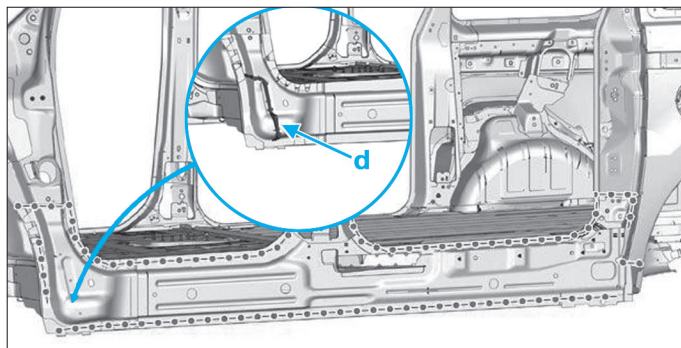

FIG. 71
- Préparer les bords d'accostage et les protéger par un apprêt soudable (Fig.71).